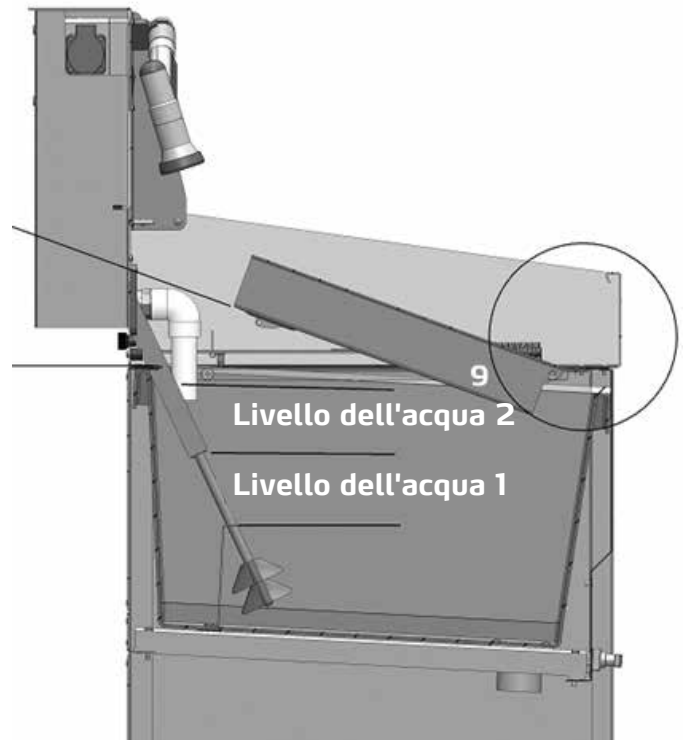

Fig. 4
- Pulire rulli nel bacino di prelavaggio per rulli (bacino di lavaggio optional = accessorio) (9) Fig. 4
Prima che l'acqua di lavaggio può essere trattata nel corso dell'operazione, deve esservi un livello d'acqua minimo (livello d'acqua 1) Fig. 4.
Si veda Fig. 4 - Il bacino va sospeso tramite il rispettivo gancio (9), in modo obliquo, ad un angolo di circa 20°, sul perno di supporto.